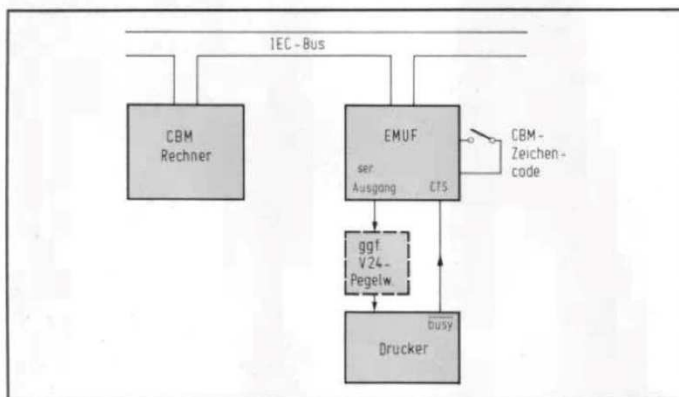
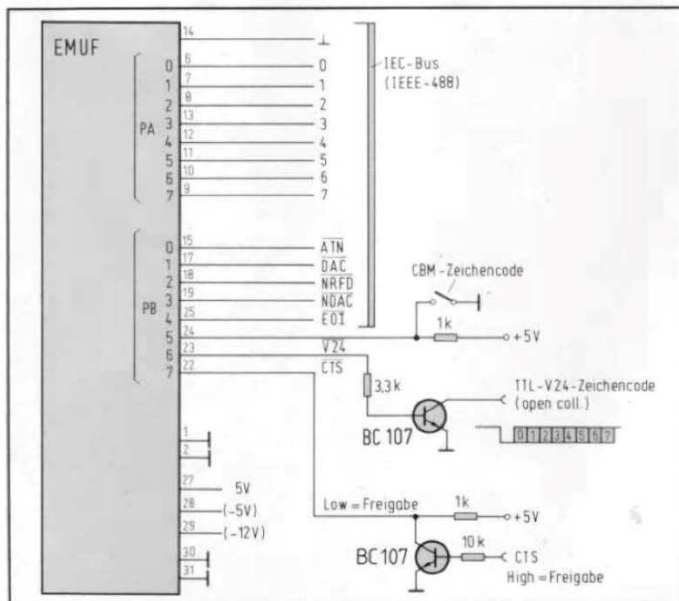
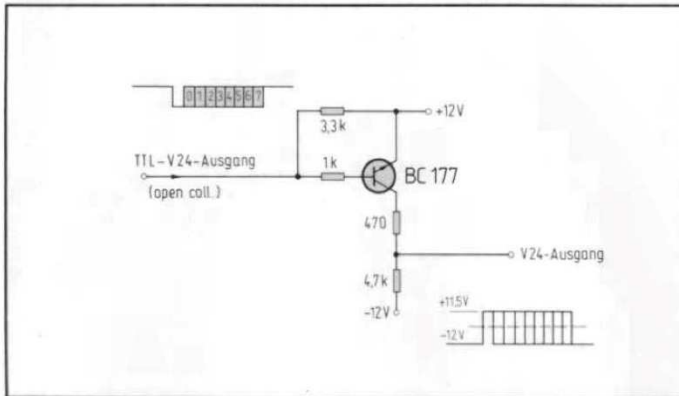

Bild 1. Anschluß eines V24-Druckers an einen CBM-Rechner
Bild 2. Die Steckerbelegung des EMUFs
Bild 3. V24-Pegelwandler
In Bild 1 ist der prinzipielle Anschluß gezeigt. Das EMUF-Interface ist mit dem IEC-Bus gekoppelt. Der Drucker wird über einen Pegelwandler an den seriellen Ausgang angeschlossen. Eine Rückmeldeleitung BUSY oder CTS (Clear To Send) erlaubt es, die serielle Übertragung zu stoppen, wenn z. B. der Drucker gerade beschäftigt ist. Bild 2 zeigt die genaue Anschlußbelegung des EMUF. Der IEC-BUS wird dabei genauso wie bei dem Bar-Code-Leser [1] angeschlossen. Es bleiben dann noch drei Leitungen übrig, die für die serielle Schnittstelle verwendet werden können. An PB7 wird die Rückmeldung angeschlossen. Der EMUF gibt nur dann Daten aus, wenn der CTS-Eingang (22) auf Low-Pegel liegt. Es ist eine Transistorstufe eingezeichnet, so daß der Eingang CTS auch mit  $\pm 12V$ -Pegeln versorgt werden kann. Das Interface ist frei, wenn dort ein High-Pegel anliegt. An PB6 (23) erscheinen die seriellen Daten. Dabei liegt an diesem Pin noch ein negiertes Signal an, hinter einer weiteren Transistorstufe erscheint dann ein TTL-kompatibles Signal, mit einem High als Ruhepegel. PB5 schließlich wird verwendet, um eine wahlweise Umrechnung von dem CBM-Zeichencode in ASCII zu erreichen. Ist der Eingang auf einem Low-Pegel, also der Schalter geschlossen, so wird umgewandelt. Ist er nicht geschlossen, so werden die Daten direkt übernommen. Damit ist auch ein Anschluß z. B. an HP-Rechner möglich, oder die Übertragung binärer Daten mit dem CBM. Bild 3 zeigt eine Schaltung zur Pegelumsetzung von TTL (open coll.) auf V24-Pegel ( $\pm 12V$ ). Die Schaltung wird direkt an den Transistor-Ausgang der EMUF-Schaltung angeschlossen. Am Ausgang des Pegelumsetzers ist der Ruhepegel auf  $-12V$ . Damit können Standard-V24-Geräte betrieben werden. Bild 4 zeigt das Programm-Listing. Die IEC-Routinen entsprechen denen aus [1]. Neu sind die Serial-Routinen. Der Ablauf ist dabei wie folgt: Nach dem Einschalten des EMUF wird dieser auf 1200-Baud eingestellt. Es werden dann die Zeichen CR und LF zu Testzwecken ausgegeben. Die erste Primäradresse, die auf dem IEC-Bus erscheint, wird genommen und um eins erhöht. Diese neue Adresse ist die Geräteadresse, die in Zukunft verwendet wird. Damit ist der